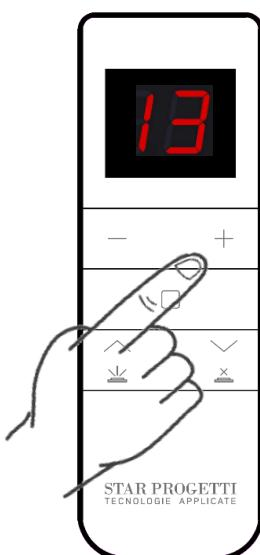

Fig.3
- tramite i pulsanti “+” e “-“ selezionare il canale 13 Fig.3 e subito dopo premere il pulsante come da Fig. 4